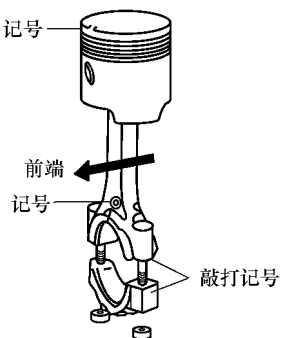

图 2-12 活塞和连杆的装配记号
(2) 活塞顶部、连杆前部和连杆轴承前部均有标记(图 2-12),装配时需注意不要装错方向。
(3) 装配前再一次清洁所有零部件,并在气缸内壁上薄薄地抹一层机油。
(4) 活塞连杆组组装好后,从气缸体上部将连杆和活塞装入,活塞环用活塞环钳夹紧,使其顺利进入气缸,用手锤把推活塞顶,使活塞连杆组完全到位。
(5) 国产轻型汽车同一组活塞质量差不得大于 3g,同台发动机各缸活塞连杆组质量差不得大于 8g。
(6) 按安装主轴承方式将连杆轴承放入座槽,扣好所有的轴承盖,从中间向两边逐一按规定扭矩拧紧全部连杆轴承盖螺母(螺栓)。